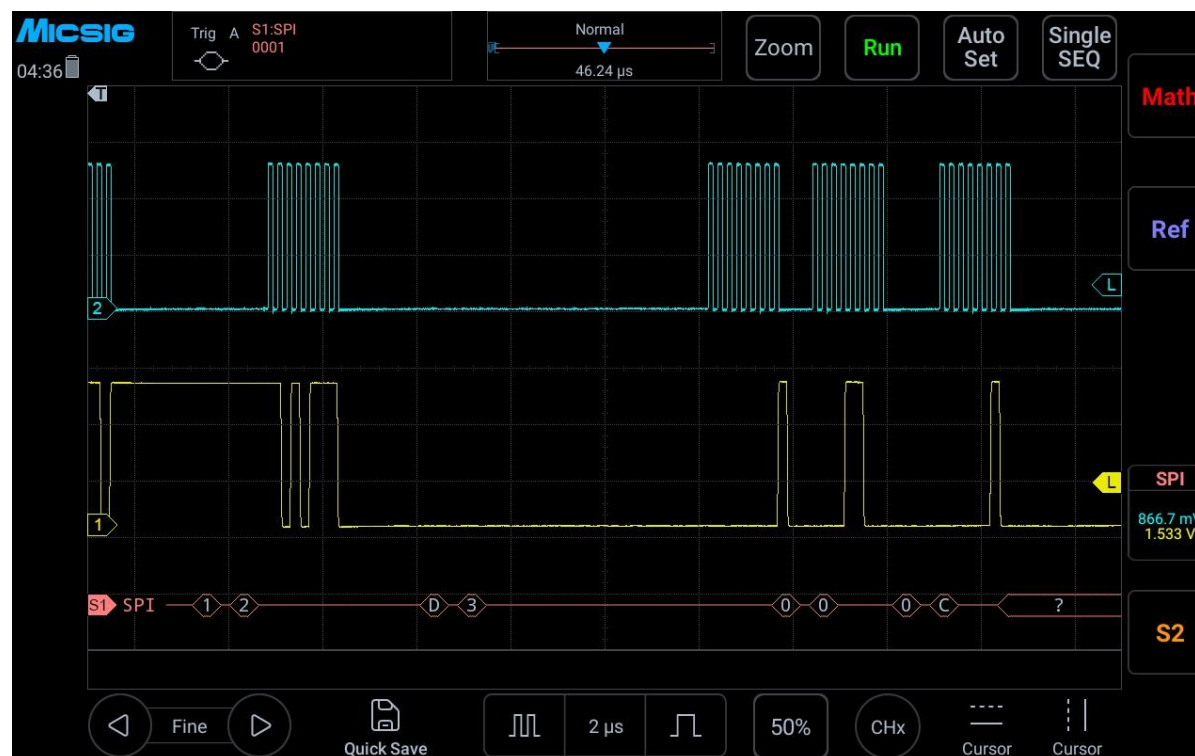

Abbildung 13-20 Schnittstelle zur SPI-Bus-Dekodierung
- (1) Tippen Sie auf S1, um den Dekodierkanal zu öffnen, und klicken Sie erneut auf S1, um das Buskonfigurationsmenü zu öffnen;
- (2) Wählen Sie als Bus-Typ „SPI“ aus, legen Sie als Takt „Ch1“ (steigende Flanke) fest, als Daten „Ch2“ (High-Pegel) und als Datenwortlänge „4 Bit“;
- (3) Öffnen Sie das Menü für die Triggereinstellungen, tippen Sie auf dem Touchscreen auf „Daten“ und stellen Sie über die virtuelle Tastatur den abzugleichenden Datenwert auf „0001“ ein;
- (4) Passen Sie die Schwellenwerte der beiden Kanäle entsprechend der Signalamplitude an; die grafische Benutzeroberfläche des SPI-Triggers ist in Abbildung 13-20 dargestellt: